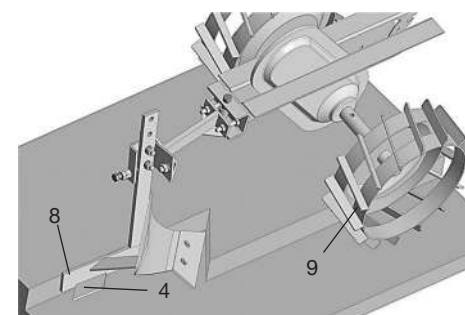

Рис. 5
Установить мотокультиватор правым колесом (9) в борозду, полученную при первом проходе – см. Рис. 5.
**В борозде пятка (4) должна опираться на дно борозды, а полевая доска (8) – упираться в стенку борозды – см. Рис. 5.**